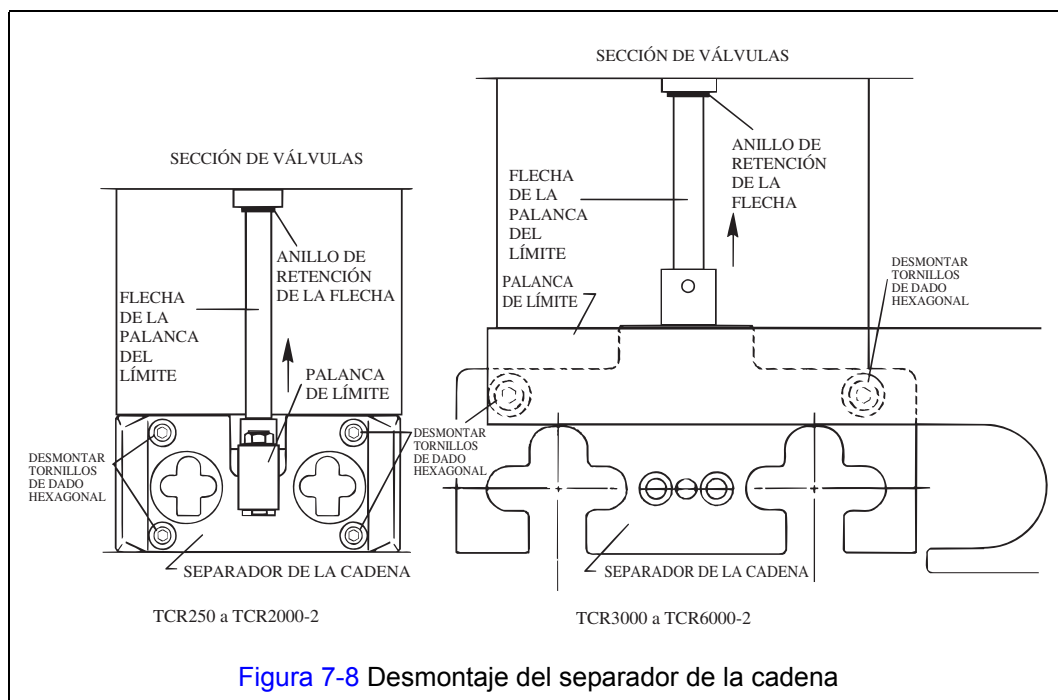

Figura 7-8 Desmontaje del separador de la cadena
7.5.1 Efectúe esta inspección desmontando el separador de la cadena y observando la polea de carga mientras opera el polipasto lentamente, sin carga, de acuerdo con las indicaciones descritas en la Sección 4.0 "Operación". Consulte la Figura 7-8 y quite el separador de la cadena de la manera siguiente.